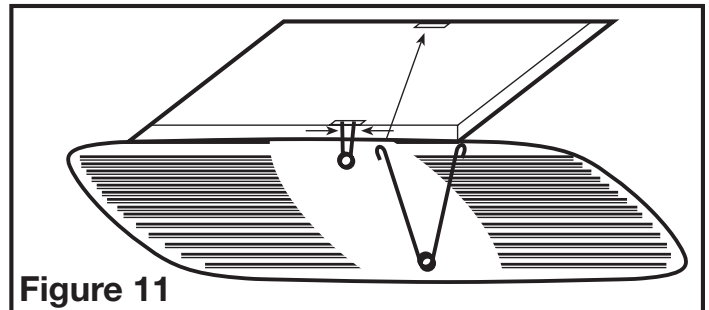

Figure 11
- Installer la grille en pressant ensemble les deux extrémités des ressorts et en les installant dans les fentes du châssis du ventilateur. Pousser la grille en position (Figure 11).